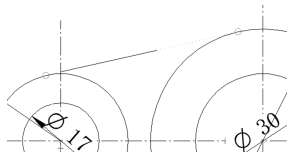

图 6-22 相切
(13) 单击【绘制草图】选项卡【相关】区域的  【相切】按钮，依次单击最左侧大圆和直线，再单击中间的大圆和直线，完成相切，如图 6-22 所示。